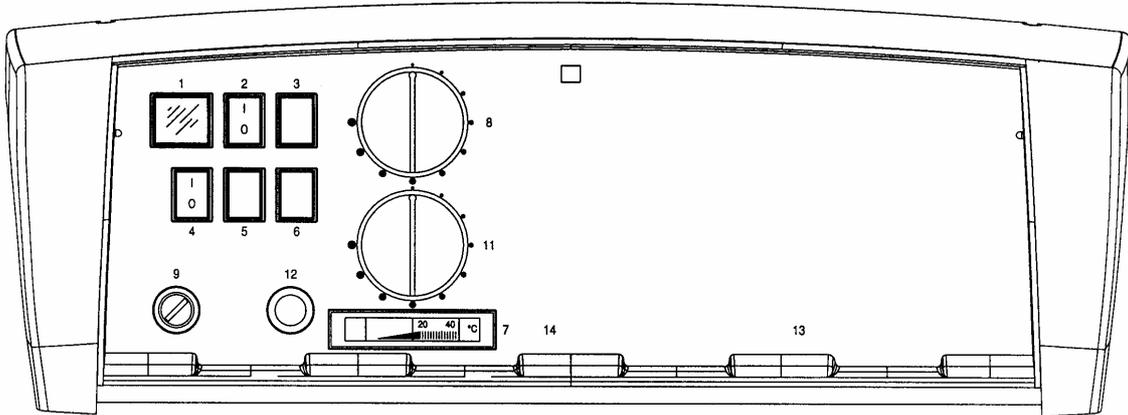

Fig. 3
3.4 REX/REX K/STR CONTROL PANEL (Fig. 3)